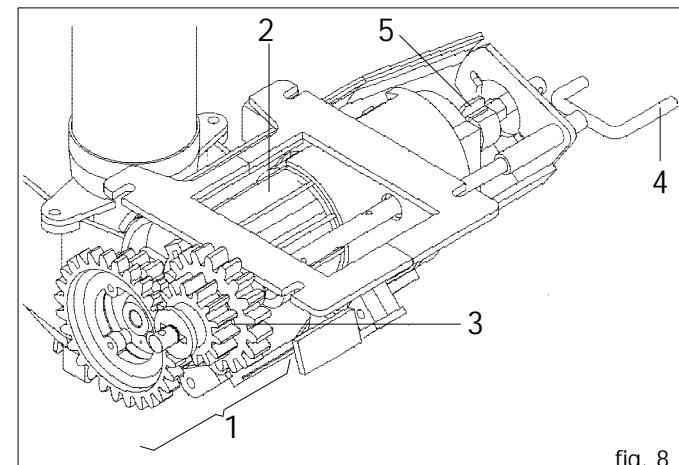
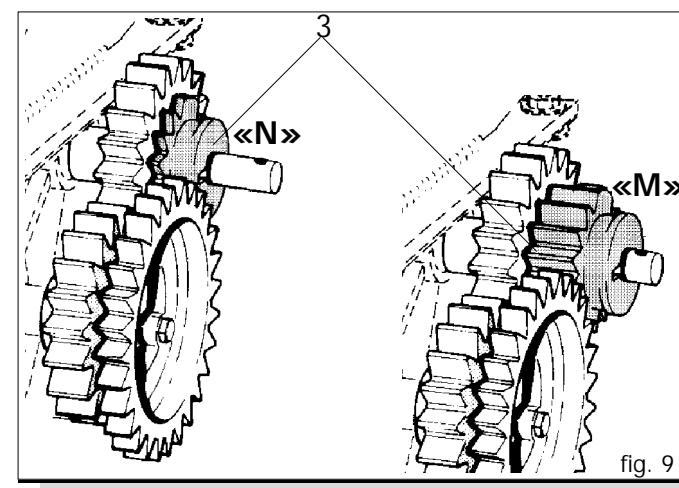
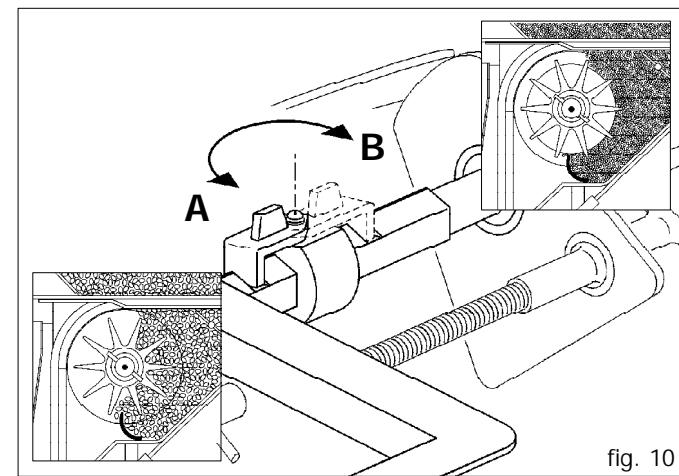

fig. 8
fig. 9
fig. 10
Der Dosierer (Abb. 8) ist die wichtigste Vorrichtung für den Betrieb der Sämaschine und ist unter dem Saatgutbehälter angebracht. Er wird mittels Zahnräder und Ketten vom Treibrad angetrieben.
Der Dosierer besteht aus einem Getriebe (1 Abb. 8), das zwei Übersetzungen des Zahnrad (2) ermöglicht, indem die Position des roten Zahnrad (3 Abb. 9) verändert wird. In der Stellung "N" beträgt das Getriebeverhältnis 1:1 und wird durch das Zahnradpaar Z19 realisiert. Wenn das Rad (3) auf "M" verstellt wird, halbiert das Zahnrad seine Drehzahl, da der Antrieb in diesem Fall aus dem roten Treibrad Z14 und dem angetriebenen Rad Z28 zusammengesetzt ist. Bei der Durchführung der im Kapitel 3.2.3 beschriebenen Säprobe wird festgestellt, daß die verteilte Saatgutmenge bezüglich einer Probe mit Verhältnis 1:1 halbiert ist (siehe Tabelle Seite 60-61). Die Stellung "M" des Zahnrads (3) ist für das Aussäen von ziemlich kleinem Saatgut und geringen Mengen erforderlich. Der Schraubenstab (4) ermöglicht die Einstellung des Schiebers bezüglich des aus der Tabelle und der Säprobe resultierenden Wertes (Kapitel 3.2.3).
Die Sperrfeder (4 Abb. 8) ermöglicht es, den Öffnungsbereich des Schiebers und gleichzeitig den Durchsatz der Dosierrolle zu verändern. Die Stellung "A" (Abb. 10) ermöglicht das Öffnen des Schiebers auf der Gradskala von 0 bis 110 und mit maximaler Säleistung der Dosierrolle. Die Stellung "B" ermöglicht dagegen das Öffnen des Schiebers von 0 bis 25 mit reduzierter Säleistung der Dosierrolle. Es ist wichtig darauf hinzuweisen, daß der Schieber immer vollständig geschlossen werden muß (auf 0 der Gradskala stellen), um die Position der Sperrfeder (5) umzukehren.